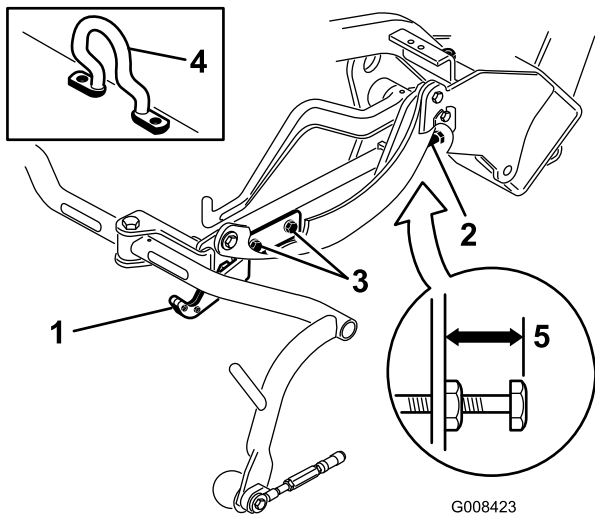
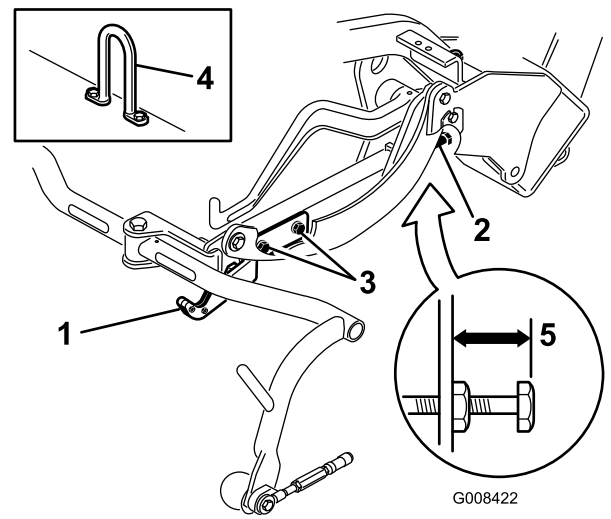
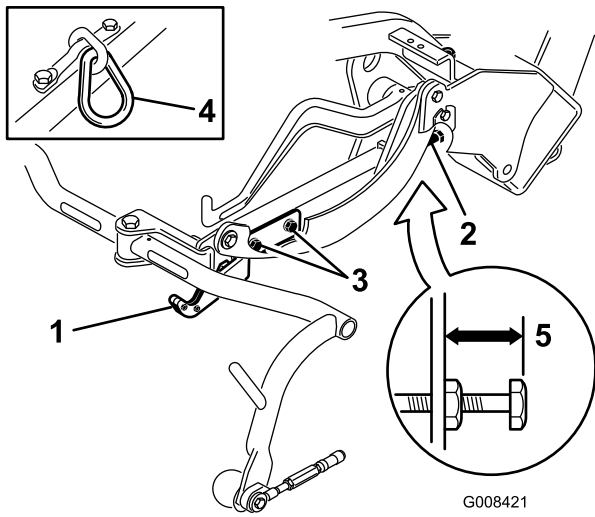

图12
图14
图13
检查行驶高度图13和图14必要时进行调节。
2. 在配备偏置吊钩的滚刀组图12插页上确认从承载架调节螺丝的顶部到承载架背面的距离是否为25mm。如果距离不是25mm请转至步骤4。
3. 在配备链节或垂直吊钩的滚刀组图13和图14插页上确认从承载架调节螺丝的顶部到承载架背面的距离是否为22mm。如果距离不是22mm请转至步骤4。如果滚刀组配备了偏置提升杆图12请转至下一步。
- 4. 拧松行走板安装螺丝图13、图14和图12。
- 7. 如果承载架高度不同请拧松承载架调节螺丝上的锁紧螺母图12、图13和图14。向外旋转螺丝可升起向内旋转可放低。达到适当高度后拧紧锁紧螺母。